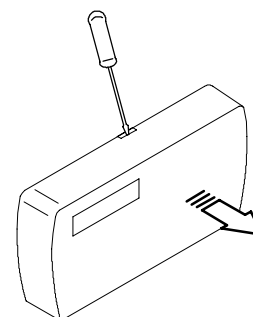

fig. 5.12
- 1 Introdurre un piccolo cacciavite a lama nella fessura indicata in fig. 5.12, far leva in modo da sganciare il comando remoto dalla sua base.